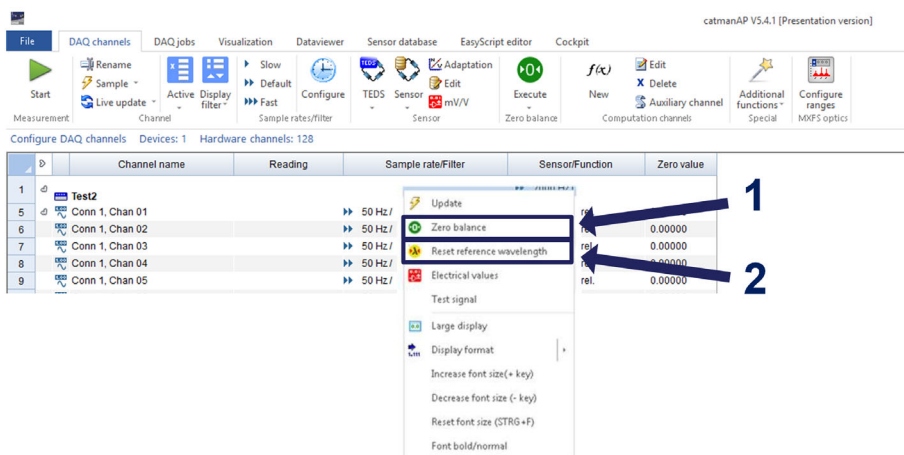

図5.28 ゼロバランスおよびリセット参照波長
- ▶ または、ゼロにするラインを右クリックして、[ゼロバランス] オプション (番号1、図5.28にある)を選択。
- ▶ リセットするラインを右クリックし、Reset reference wavelength オプションを選択、(図5.28番号2)。